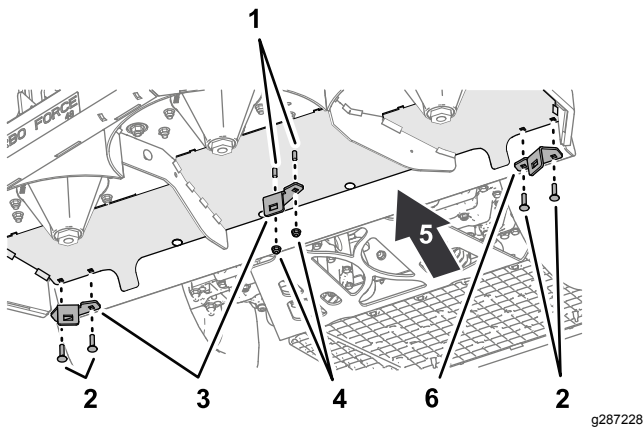

Bild 47
3. Entfernen Sie die linke Ablenkblechstütze und die beiden Schlossschrauben ($\frac{5}{16}$ " x $1\frac{1}{4}$ ") von der Unterseite des Mähwerks, wie in **Bild 47** dargestellt.
4. Entfernen Sie die rechte Ablenkblechstütze und die beiden Schlossschrauben (5/16" x 1 1/4") von der Unterseite des Mähwerks, wie in **Bild 47** dargestellt.
5. Entfernen Sie die beiden Sicherungsbundmutter (5/16"), mit denen die mittlere Ablenkblechstütze an den beiden Bundkopfschrauben (5/16" x 3/4") befestigt ist, und entfernen Sie die mittlere Halterung (**Bild 47**).